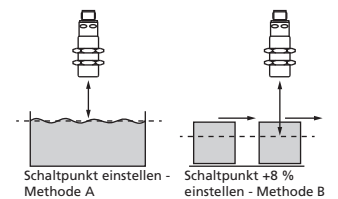

Bild 3: Einstellung des Schaltpunktes bei unterschiedlicher Bewegungsrichtung des Objekts
- In der Teach-in-Prozedur »Schalt-punkt einstellen – Methode A« lernt der Sensor die tatsächliche Entfern-ung zum Objekt als Schalterpunkt. Bei einer Bewegung des Objekts auf den Sensor zu, z.B. bei einer Füll-standsmessung, ist so die eingelern-te Entfernung das Niveau, bei dem der Sensor schalten soll (vgl. Bild 3).
■ Für die Abtastung von Objekten, die seitlich in das Schallfeld eintreten, sollte die Teach-in-Prozedur »Schalt- punkt +8 % einstellen – Methode B« gewählt werden. Es wird ein um 8 % größerer Schaltpunkt als die tatsächliche Entfernung zum Objekt eingestellt. Dies stellt auch bei geringfügigen Höhenschwankungen der Objekte einen stabilen Schalt- punkt sicher (vgl. Bild 3).